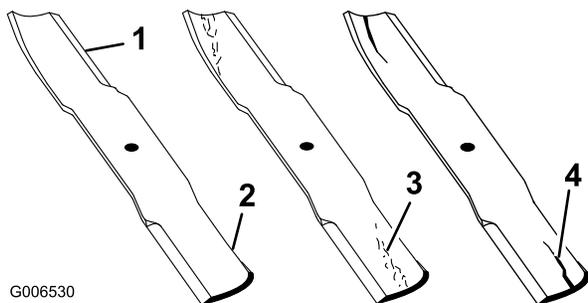

Figure 49
1. Examinez le tranchant des lames (Figure 49).
2. Inspectez les lames, surtout la partie relevée (Figure 49). Remplacez immédiatement toute lame usée ou qui présente une fissure ou une entaille (repère 3. de la Figure 49).